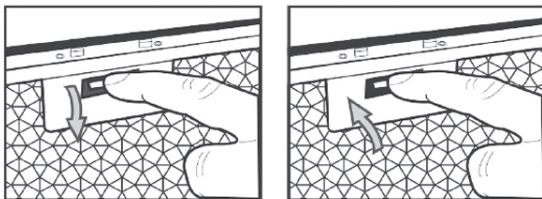

Рис. 13
2. Снимите алюминиевый фильтр вытяжки, нажав на замок фильтра (рис.13).